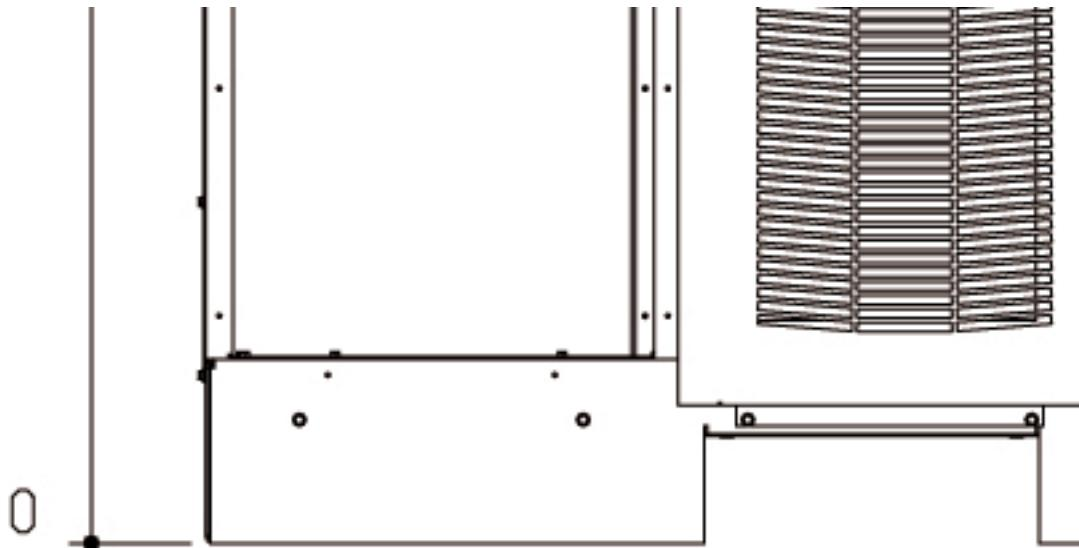

Рис. 4-4. Соединенные секции ISBM и UPM
7. Вставив вилки погрузчика в передние погрузочные разъемы, установите секцию ISBN ИБП вплотную слева от ранее установленной секции UPM. Убедитесь, что правая сторона секции ISBN прилегает к левой стороне секции UPM, а передние панели шкафов находятся на одном уровне друг с другом (см. Рис. 4-4).